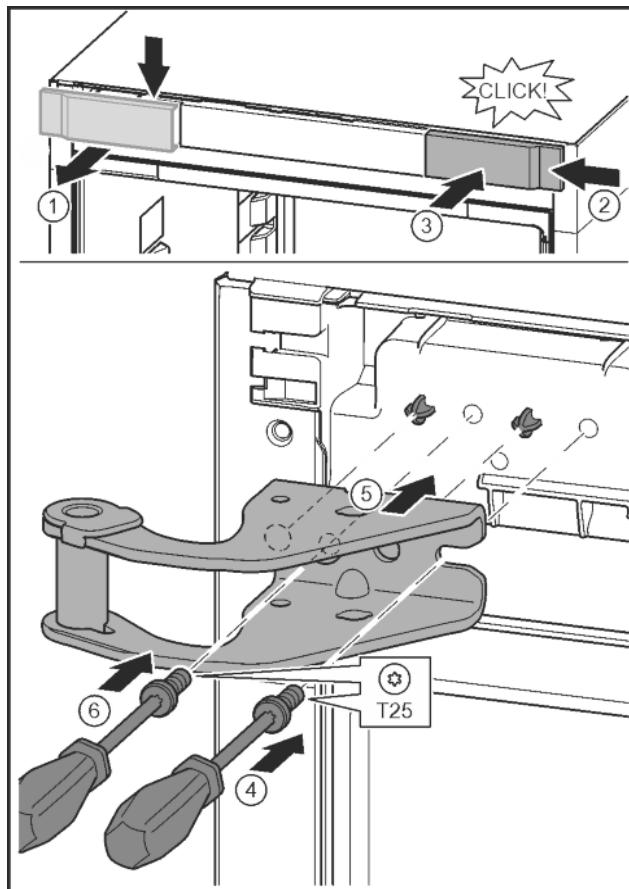

Fig. 10
- ▶ Развийте капака и го свалете настрани. Fig. 10 (1)
- ▶ Закачете капака, завъртян на 180°, от другата страна отляво. Fig. 10 (2)
- ▶ Фиксирайте капака. Fig. 10 (3)
- ▶ С отвертка T25 поставете винта. Fig. 10 (4)
- ▶ Поставете горната лагерна стойка. Fig. 10 (5)
- ▶ Затегнете винта. Fig. 10 (4)
- ▶ С отвертка T25 поставете винта и го затегнете. Fig. 10 (6)